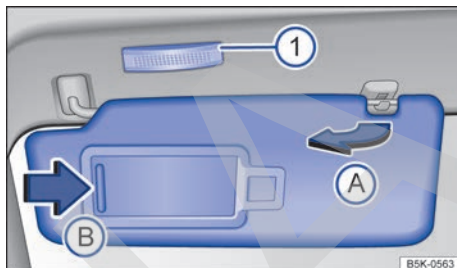

Fig. 117 En el revestimiento interior de la parte de lantera del techo: parasol.
- Se pueden extraer del soporte y girar hacia las puertas → fig. 117 \(A\).
En la parte posterior del parasol hay un espejo de cortesía provisto de una tapa. Al desplazar la tapa → fig. 117 \(B\), se enciende una luz → fig. 117 \(1\).